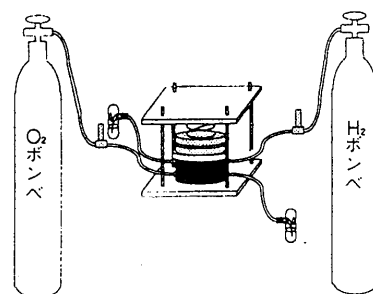

図 2. 固体高分子形燃料電池の発電実験
- ① 白金の微細粒子がまぶしてある炭素粉末と溶媒をよく混合して、電極ペーストを作ります。
- ② カーボンペーパー（炭素繊維を多孔質薄板にしたもの）に、電極ペーストをコートします。
- ③ 2 枚の電極で、固体高分子イオン交換膜をサンドイッチして、電池を組み立てます。
- ④ 図 2 のような燃料電池の一方に、水素ガスを、他方に酸素ガスを流します。2 つの電極の間の電圧をデジタルテスターで測定しよう。豆電球、モーター、風車などをつないで動かしてみよう。